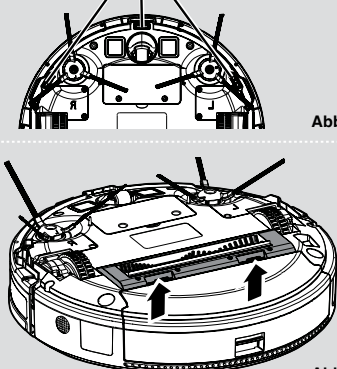

Abb. 22
2. Drehen Sie den Saugroboter um. **[Abb. 22]**